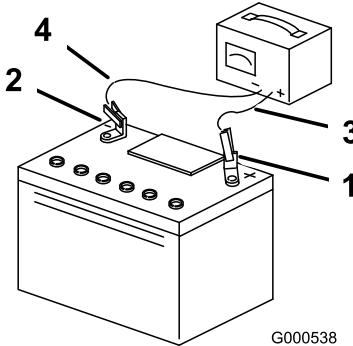

Figure 53
4. Quand la batterie est chargée au maximum, débranchez le chargeur de la prise, puis débranchez les fils du chargeur des bornes de la batterie (Figure 53).